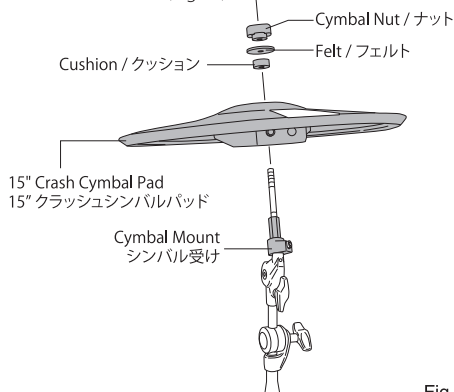

Fig.28
2. Place the 15" Crash Cymbal Pad onto the Cymbal Mount. Install the Cushion, Felt and Cymbal Nut as shown (Fig.28).
シンバル受けが付いたティルターを15"クラッシュシンバルパッドの穴に通し、クッション、フェルト、ナットの順番に取付けます (Fig.28)。